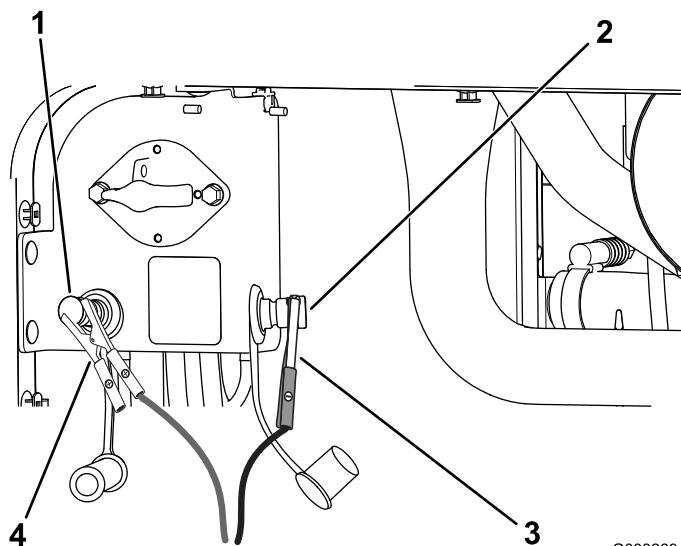

Рисунок 110
4. Подсоедините положительный провод зарядного устройства к положительному штырю запуска от внешнего источника (Рисунок 110).
5. Подсоедините отрицательный провод зарядного устройства к отрицательному штырю запуска от внешнего источника (Рисунок 110).
7. После полной зарядки аккумуляторных батарей отсоедините зарядное устройство от источника электропитания, затем отсоедините провода зарядного устройства от штырей запуска от внешнего источника (Рисунок 110).